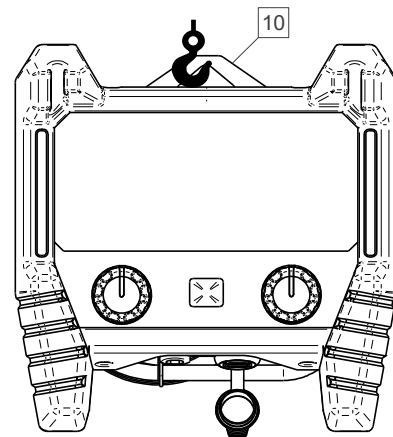

Abbildung 6
- Halterung [10], zum Aufhängen des RC-Gerätes (Abbildung 6).